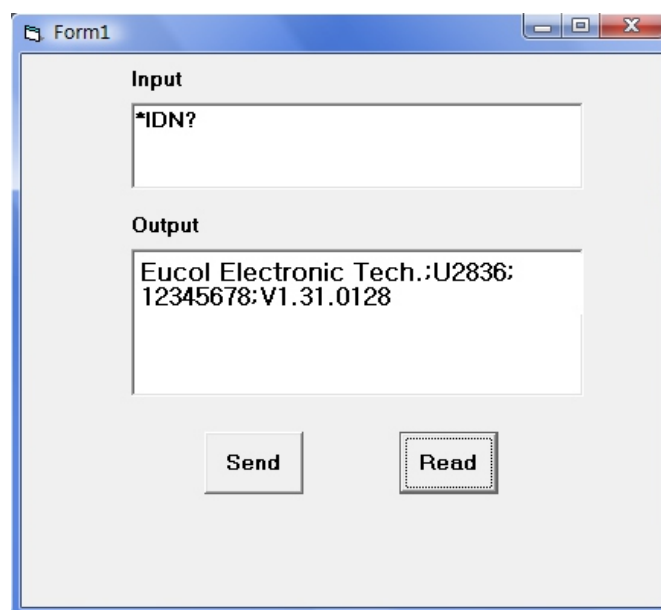

图 4-2-3
6. 保存并运行整个工程，得到单个可执行文件。当仪器与 PC 机成功相连时，在 Input 下文本编辑框中输入一条命令，如\*IDN? (\*IDN? 为默认输入命令)，按“Send”按键，再按“Read”按键，仪器返回的结果将显示在 Output 下文本编辑框中。如图 4-2-3 所示。